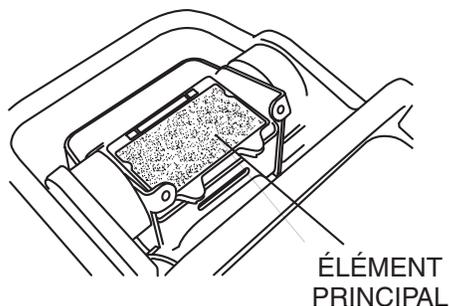

Figure 13. Élément principal du filtre à air
- Enlever le couvercle du filtre à air. Desserrer et enlever les 2 vis qui maintiennent le couvercle sur le filtre à air. Si l'élément principal (Figure 13) est encrassé, le laver avec de l'essence ou du kérosène. Puis le plonger dans l'huile moteur (SAE10W-30) et essorer l'élément de sorte que 25 à 30 ml d'huile moteur reste dans l'élément.